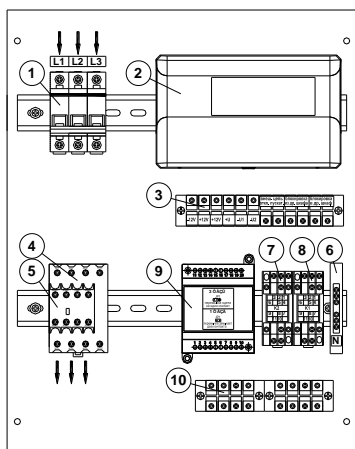

Рис. 2. Внешний вид монтажной панели исполнений ШУЭ-5,5-ХРА6... ШУЭ-30-ХРА6
Для ШУЭ-5,5-ХРА6... ШУЭ-30-ХРА6 подключите ноль электрической сети переменного тока (N) и нулевой провод внешней нагрузки к клеммной колодке (6) (см. рисунок 2).